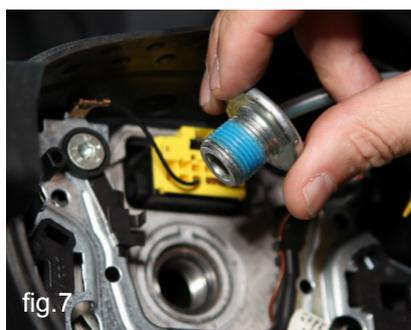

fig.7
10. Colocar o volante na direção a direito. Apertar a nova porca de fixação (fig. 7) com o binário prescrito pelo fabricante do veículo.